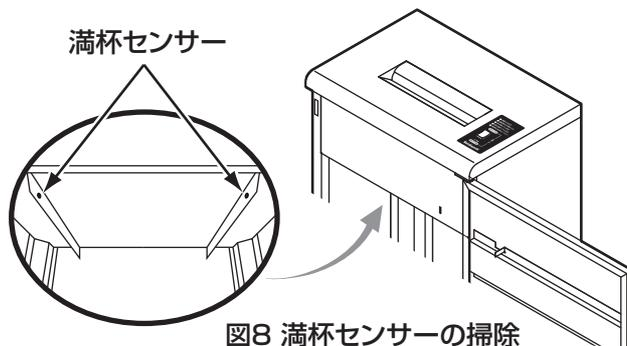

図8 満杯センサーの掃除
1. 操作スイッチ①の下側を押して電源を切り、電源コード⑦の電源プラグを抜いてください。
2. 満杯センサーに付着した紙粉や細かい細断紙片を柔らかい布等で取り除いてください。 図8 参照